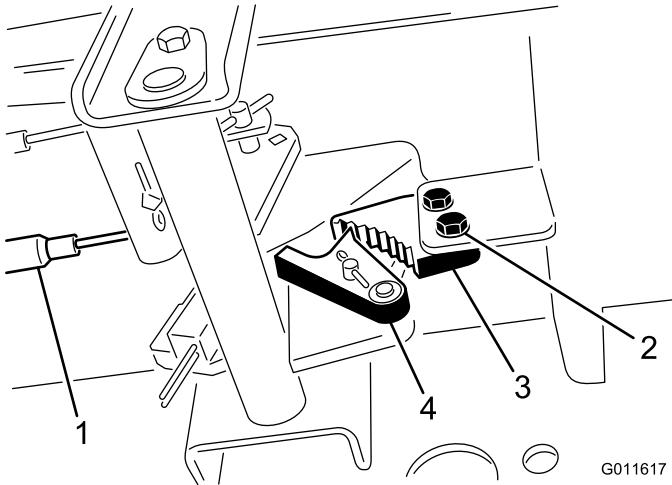

図 56
- 駐車ブレーキのツメをフレームに固定しているネジ2本をゆるめる（図 56）。
- ブレーキのツメが戻り止めに完全に掛かるまで駐車ブレーキペダルを前に踏み込む（図 56）。